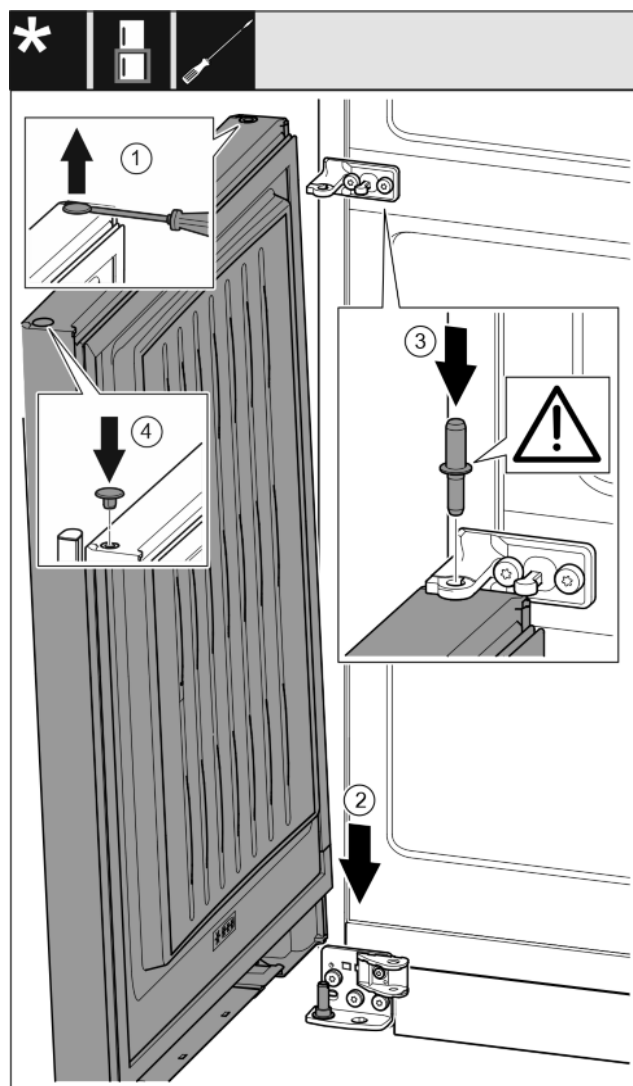

Fig. 32
- Ravnim odvijačem oprezno podignite čep i izvadite ga. Fig. 32 (1)
- Stavite vrata odozgo na donji svornjak ležaja. Fig. 32 (2)
- Umetnite srednji svornjak ležaja kroz srednji podložak ležaja u donja vrata. Pri tome pazite da je ispuščenje za blokiranje okrenuto prema otvora. Fig. 32 (3)
- Ponovo umetnite čep na drugoj strani vrata. Fig. 32 (4)